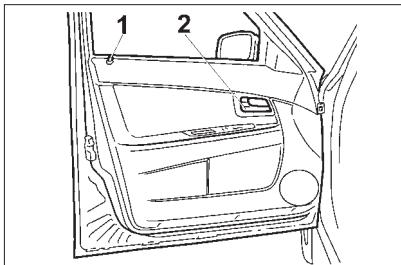
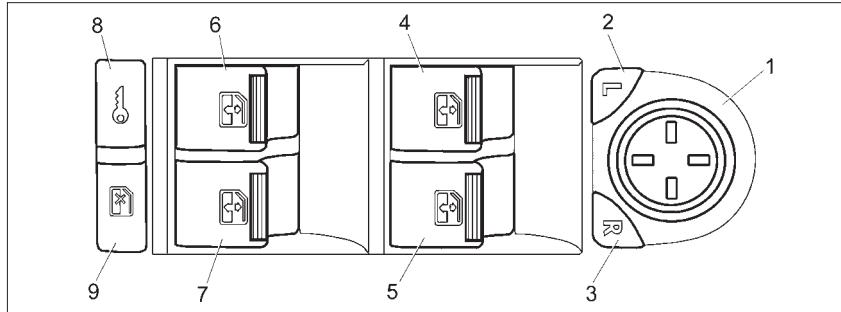
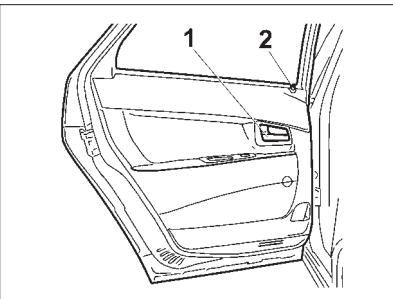

Рис. 6. Передняя левая дверь
Рис. 10. Модуль двери водителя
Рис. 12. Задняя левая дверь
кнопку 1 (рис. 6, 7, 8) на обивке двери или на кнопку 8 в модуле двери водителя (рис. 10). Блокировать замки передних дверей можно только при закрытых дверях.
- изнутри – поворотом на себя рукоятки 2 (рис. 6, 7).
Для подъема и опускания стекол передних и задних дверей используются электростеклоподъемники, которые могут управляться от клавиш электростеклоподъемников модуля двери водителя (рис. 10, поз. 4...7), от клавиш электростеклоподъемника в пассажирских дверях и от кнопок 8 и 9 пульта дистанционного управления.
Задние двери блокируются снаружи пультом дистанционного управления, изнутри салона нажатием на кнопку 2 (рис. 12, 13) в двери или на кнопку 8 в модуле двери водителя (рис. 10). Блокировка замков задних дверей возможна как при открытых, так и при закрытых дверях.
Для опускания и подъёма стекла задних дверей используются электростеклоподъёмники (**в варианте исполнения**), которые приводятся в действие переключателями 6 и 7 (рис. 10) в модуле двери водителя и кнопками и пульта дистанционного управления.